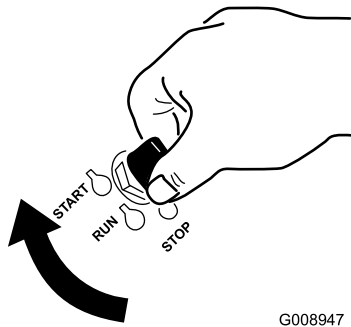

Figure 17
1. Tournez la clé à la position DÉMARRAGE (Figure 17).